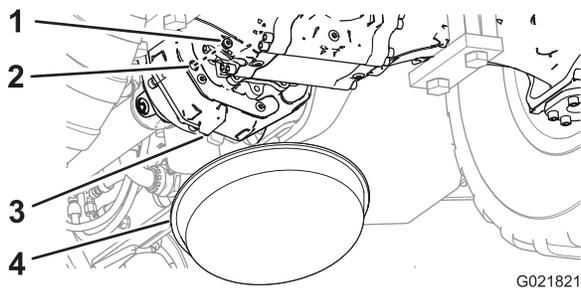

Figure 72
1. Placez un bac de vidange sous la partie arrière du carter de transmission (Figure 72).
2. Retirez le bouchon de l'orifice de contrôle de la transmission (Figure 72).
3. Vérifiez par l'orifice de contrôle que le niveau d'huile dans la transmission atteint le bas du filetage de l'orifice (Figure 72).
6. Placez le bouchon dans l'orifice de contrôle du carter de transmission (Figure 72).